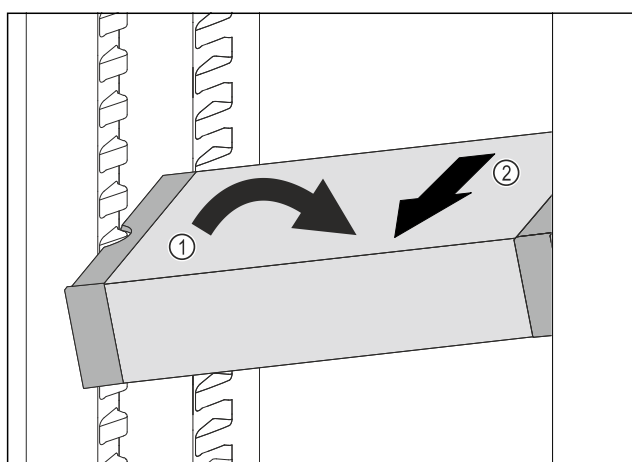

Fig. 137
- ▶ Állítsa ferde helyzetbe a VarioSafe-fiókot a hűtőrészben. Fig. 137 (1)
- ▶ Előrefelé vegye ki a VarioSafe-fiókot. Fig. 137 (2)